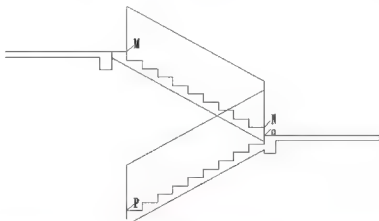

图 4.109 绘制栏杆线
(1) 将【栏杆扶手】图层设置为当前层，分别在 M、N、O 和 P 踏口处向上绘制 900mm 高的垂直线，然后用直线分别连接 M、N 处垂直线的上端和 P、O 处垂直线的上端，形成扶手线，结果如图 4.109 所示。